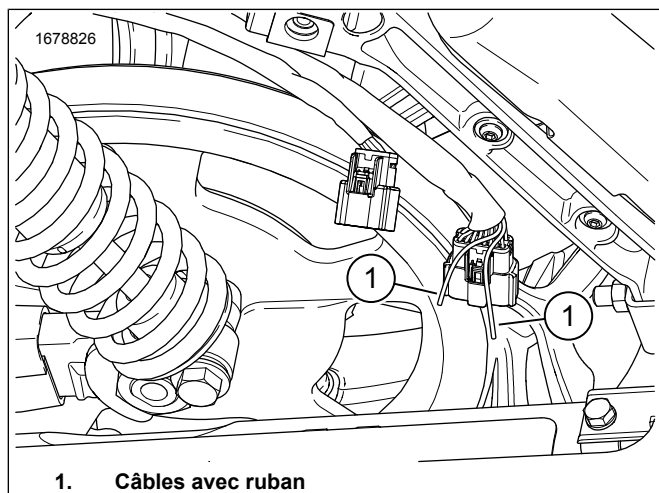

Figure 2. Câbles de la sacoche
2. Voir la Figure 2. Situer le connecteur Équipement d'origine (OE) à 16 broches [C288B_1].